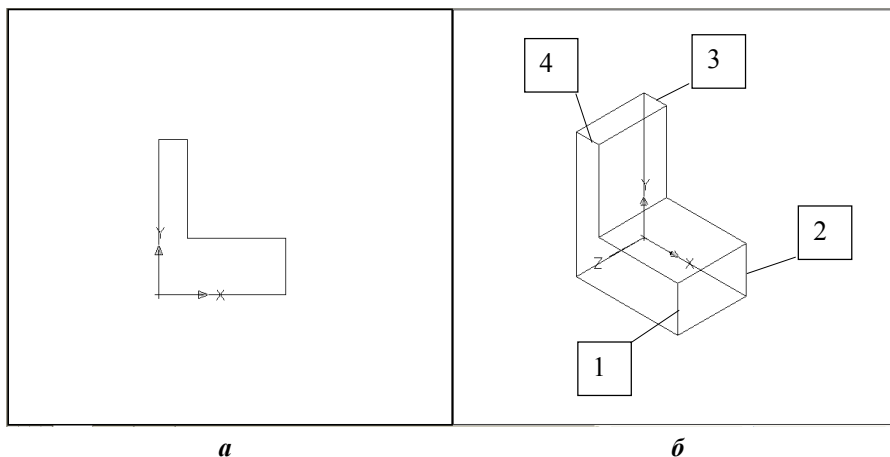

Рис. 11.19
Після закінчення роботи команди буде отриманий результат, показаний на рис. 11.19,а.
9. Викликаємо команду FILLET і вказуємо на ребро, позначене цифрою 1 (див. рис. 11.19,б). У відповідь на підказ Enter fillet radius: задаємо радіус 75 та вказуємо на ребра, позначені цифрами 2, 3 і 4. Потім
На завершення відзначимо, що результат, наведений на рис. 11.19,б, можна отримати побудовою за допомогою команди BOX двох паралелепіпедів і відняти з більшого менший. Більший паралелепіпед будується за габаритними розмірами деталі, менший є уявним, тобто відповідає недобудованій частині моделі.